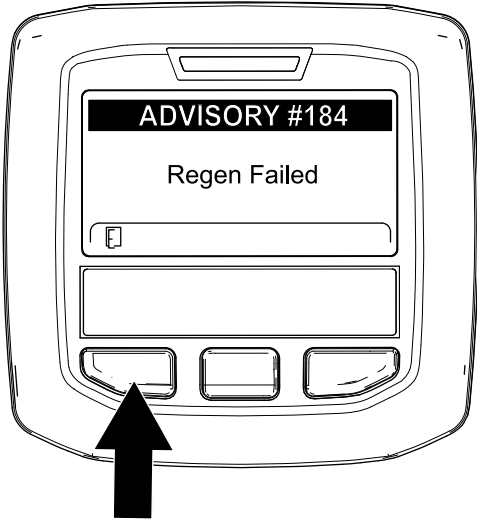

Figura 57
**Nota:** Si la regeneración no se completa, el InfoCenter muestra el Aviso N° 184 (Figura 57). Pulse el botón izquierdo para salir de la pantalla de inicio.